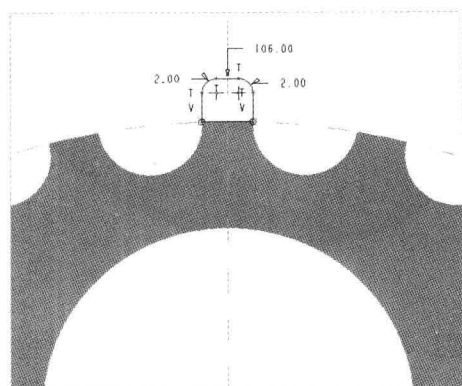

图 17-52 绘制截面 2
Step 05 采用与上同样的方法,使用“拉伸”命令,弹出“拉伸”选项卡,在绘图区选择模型的顶面作为草绘平面,进入草绘环境,单击“草绘”选项卡中的相应按钮,绘制截面,如图 17-52 所示。